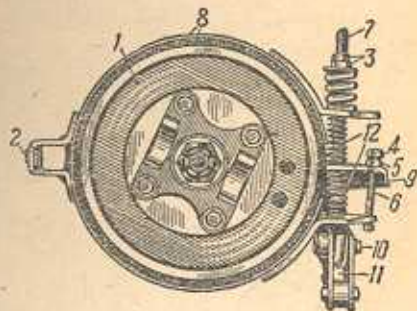

Рис. 36. Регулировка ручного тормоза:
2. Расшилнтуй установочный винт 2 (рис. 36) и, вращая этот винт, установи зазор между лентой и барабаном тормоза у кронштейна винта, равный 0,25—0,30 мм (0,010—0,012 дюйма). Вновь зашлнтуй установочный винт проволокой.